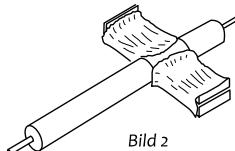

Bild 2
1) Die Ankerbleche mit zwei Kreppbandstreifen an der Ausfrässung auf der Achse zusammenfügen (Bild 2). Hierdurch sollen nicht nur die Bleche fixiert, sondern auch die scharfen Kanten abgedeckt werden.